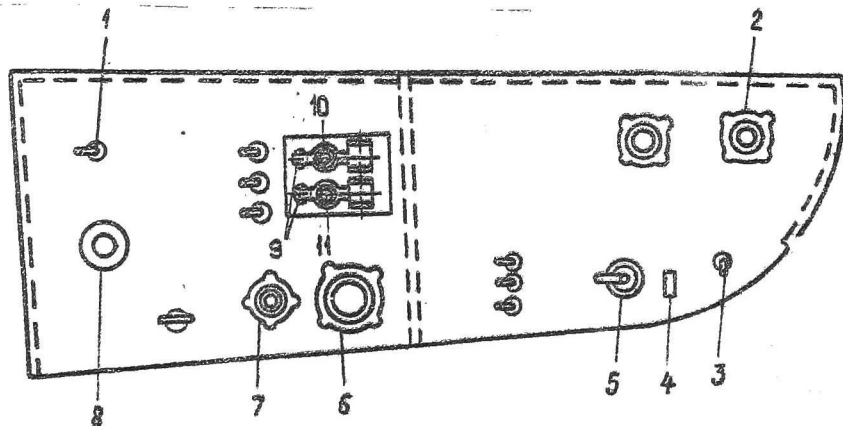

Рис.3. Левый пульт:
8. Затормозить колеса стояночным тормозом, для чего нажать гашетку на левом штурвале, поднять защелку с передней стороны штурвала и отпустить гашетку. При этом давление в тормозах колес по манометру 2 (рис.3) должно быть 6-8 кгс/см².
12. Установить 4-ходовой бензиновый кран 5 (рис.3) в среднее положение "Баки открыты", что будет соответствовать включению одновременно обеих групп баков.
откинуть предохранительные скобы 9 (рис.3);
установить переключатель I0 (рис.3) в нейтральное положение. Лампа сигнализации пожара должна погаснуть;
5. При проворачивании винта одновременно произвести заливку двигателя бензином при помощи заливочного шприца 8 (рис.3). Для заливки необходимо сделать 5-8 подач плунжером шприца в зависимости от температуры наружного воздуха и температурного состояния двигателя. Заливку начать после первых 2-3 оборотов винта. После окончания заливки закрыть заливочный шприц (во избежание подсоса бензина в двигатель).